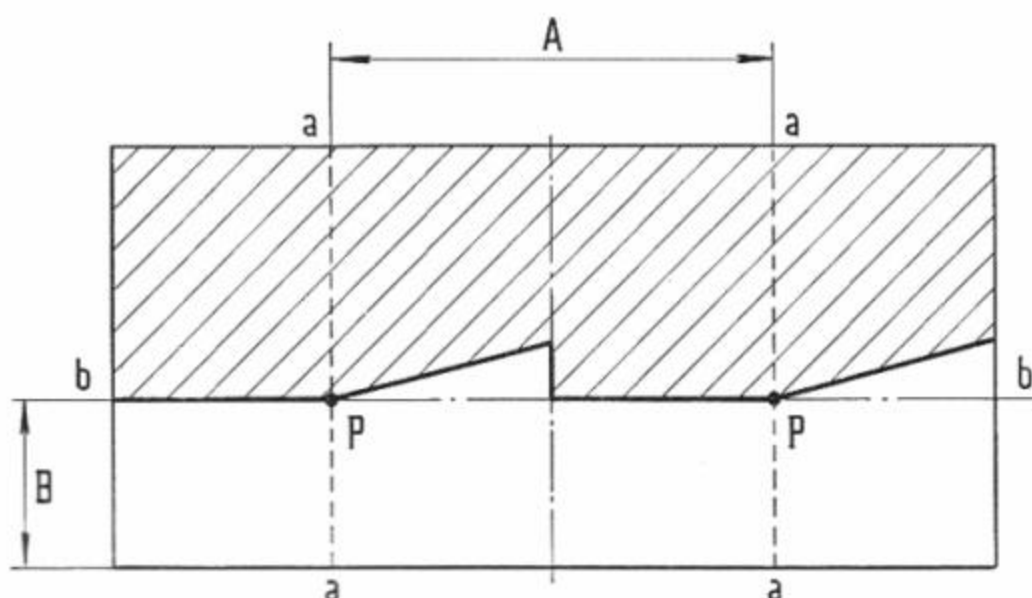

Abb. 105. - Schirm zur Einstellung der Scheinwerfer.
Man zeichnet auf den Schirm (Abb. 105) ein Paar senkrechter Linien a-a im Abstand  $A = 1254 \text{ mm}$  entsprechend dem Abstand der Scheinwerfermitten.
Dann zeichnet man die waagrechte Linie b-b in Höhe B, entsprechend der in Abb. 105 angegebenen Höhe vom Boden.
- die waagrechte Linie zwischen hellem und dunklem Feld muss auf der Linie b-b (Abb. 105) verlaufen;
- die um ca.  $15^\circ$  nach oben geneigten Linien müssen in den Schnittpunkten **P** zwischen den Linien a-a und b-b beginnen (Abb. 105). Eine Abweichung des Punktes **P** nach aussen darf höchstens  $1^\circ 30'$  (gleich 130 mm) betragen.